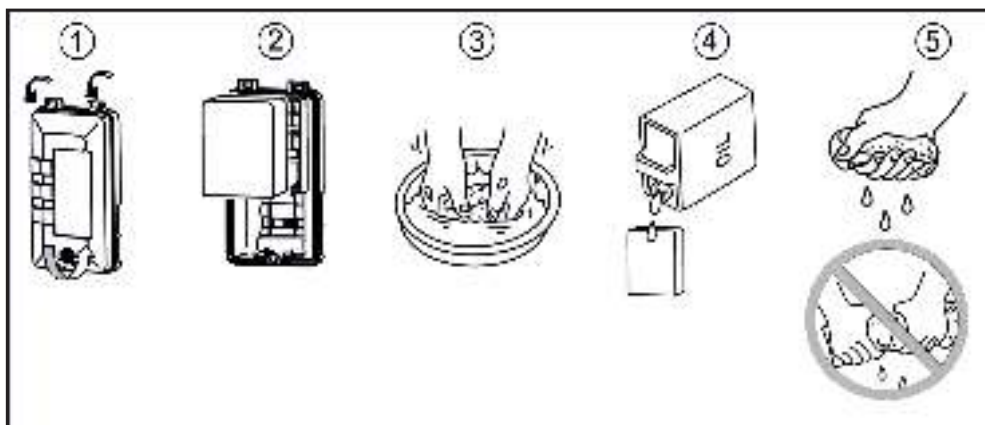

Рис. 20
1. Снимите крышку воздушного фильтра, открутив винт крепления крышки (Рис. 20).